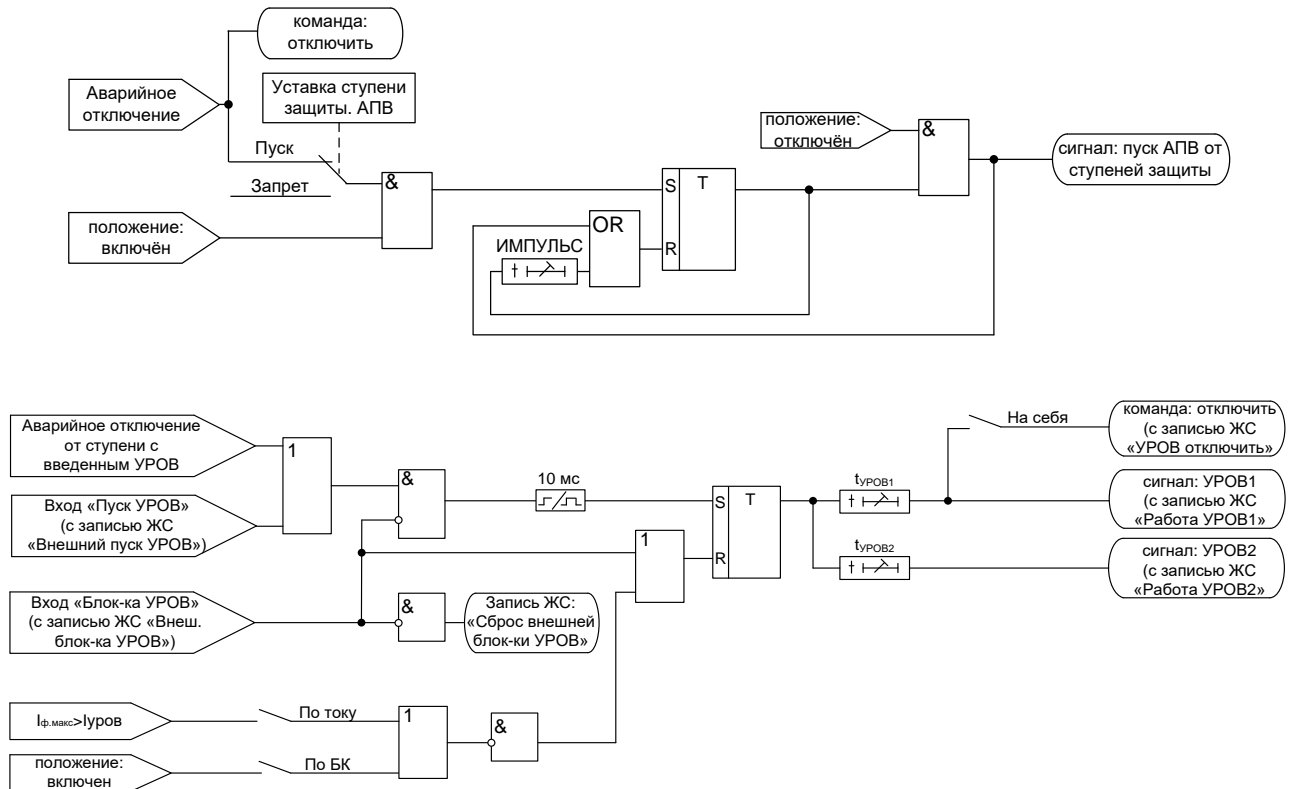

Рисунок 5.5 – Логика работы МР801 при аварийном отключении
1. Выдаётся команда «отключить» (рисунок 5.5).